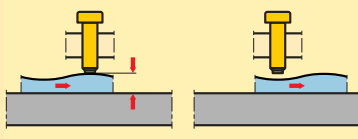

Figure 7: Bridage mécanique.
La figure 7 (bridage mécanique) indique que la tension disparaît lorsque les dimensions de la pièce à usiner changent dans la zone de bridage.
- Boulons de bridage (figure 7)